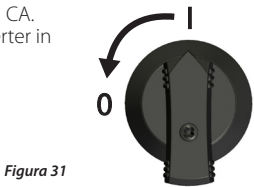

Figura 31
- 2. Impostare l'interruttore-sezionatore CC sull'inverter in posizione 0 (Figura 31).